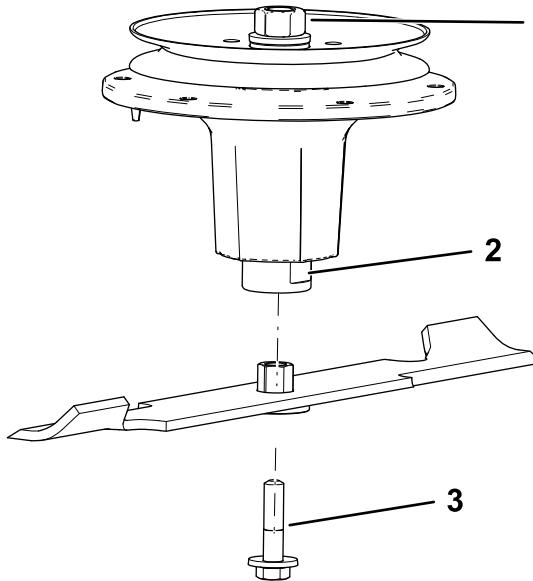

Figura 97
2. Installez l'ensemble douille et lame sur l'axe de pivot (Figura 97).